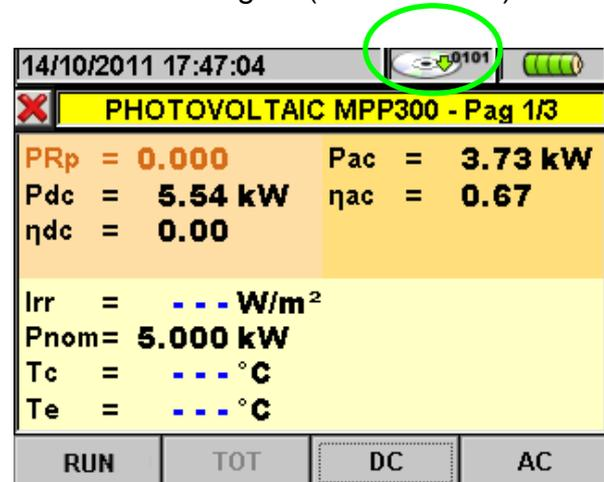

Abb. 10: Aufzeichnungsmodus
- Das SOLAR300N wird in den STAND-BY Modus wechseln und zur vollen Minute (bzw. wenn eine Startzeit manuell vorgegeben wurde solange warten) die Aufzeichnung beginnen. Der STAND-BY Modus und der Aufzeichnungsmodus werden durch das entsprechende ICON in der obersten Zeile des Bildschirms angezeigt (siehe Abb. 9 und Abb.10)
- Das Display vom SOLAR300N zeigt in der obersten Zeile „0101“ (siehe Abb.10)